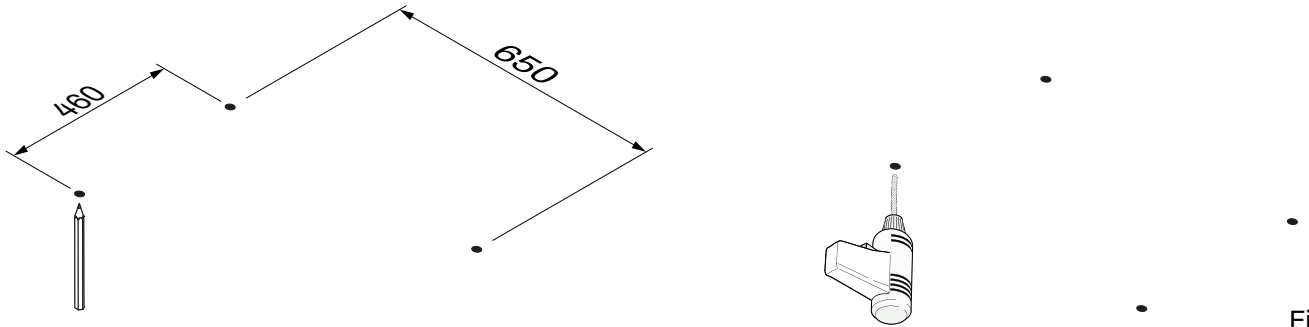

Fig. 1
1. Repérer la position des trous au plafond et les percer (fig. 1).